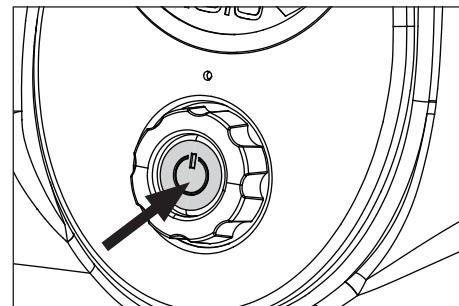

Figure 6 - Bouton de courant
5. Enfoncer le bouton de courant. (Voir la figure 6).
5. Enfoncer le bouton de courant. (Voir la figure 6). L'appareil s'éteindra automatiquement lorsqu'on atteint la pression réglée.